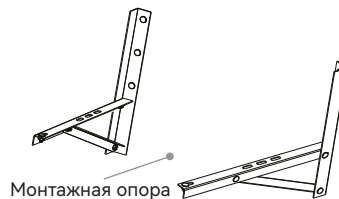

Рис.11
- Если для установки наружного блока требуются монтажные кронштейны, то пользователь может приобрести их у нашей компании или агента (Рис. 11).